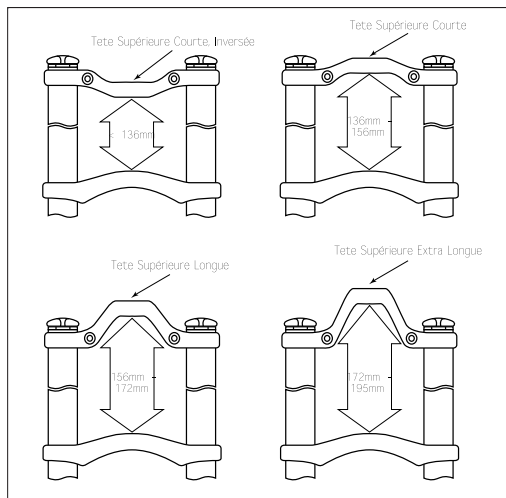

Fig. 2
2. Avant de monter une fourche Judy XLC sur une bicyclette, vérifiez que la fourche est bien munie de la tête supérieure appropriée. Reportez-vous à la Fig. 2 pour savoir quelles sont les têtes supérieures disponibles pour la fourche Judy XLC et pour maximiser la rigidité de la fourche par une sélection et une orientation adéquates de la tête supérieure.